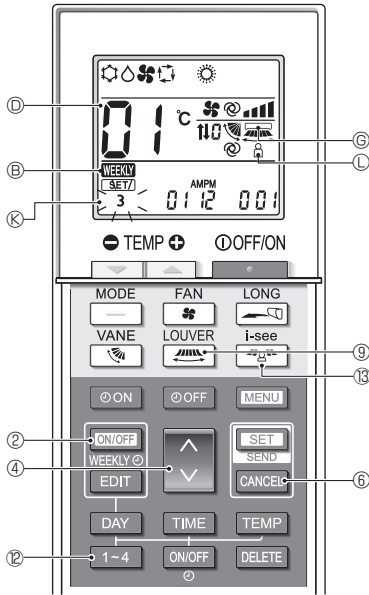
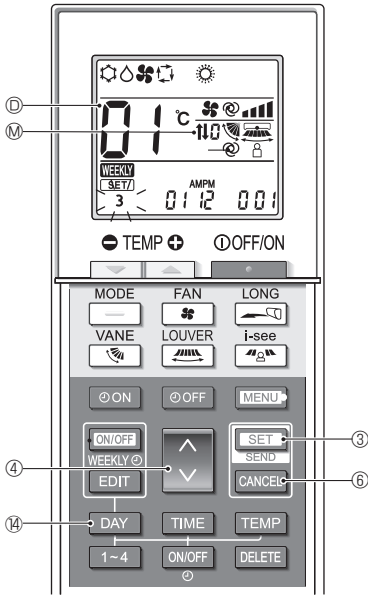

Fig. 6-4
Fig. 6-5
6.5. Stand voor afzonderlijke instellingen 2 (Fig. 6-4, Fig. 6-5)
* Als de instelling onjuist is, drukt u op de toets **CANCEL** ⑥ en herhaalt u de procedure vanaf stap 1.
6.6. De instelling voltooien (Fig. 6-5)